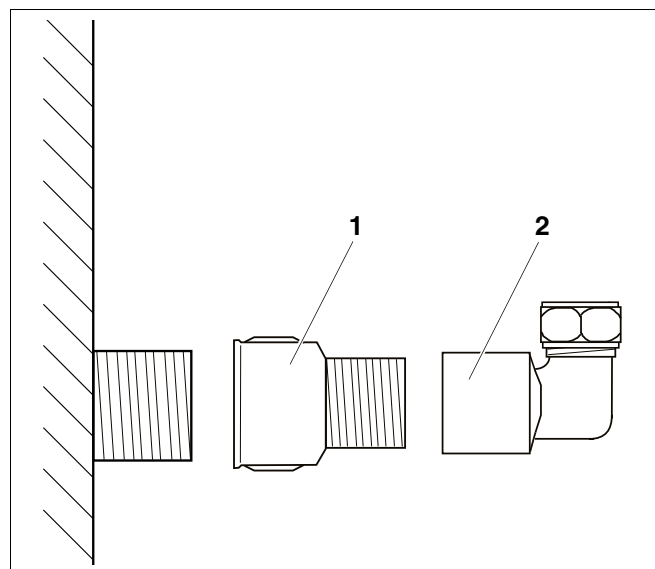

Fig. 4 Raccordement aux préparateurs SM
- Montez le manchon de réduction (fig. 4, **pos. 1**) et l'écrou de raccord avec bague de serrage (fig. 4, **pos. 2**) sur le préparateur.